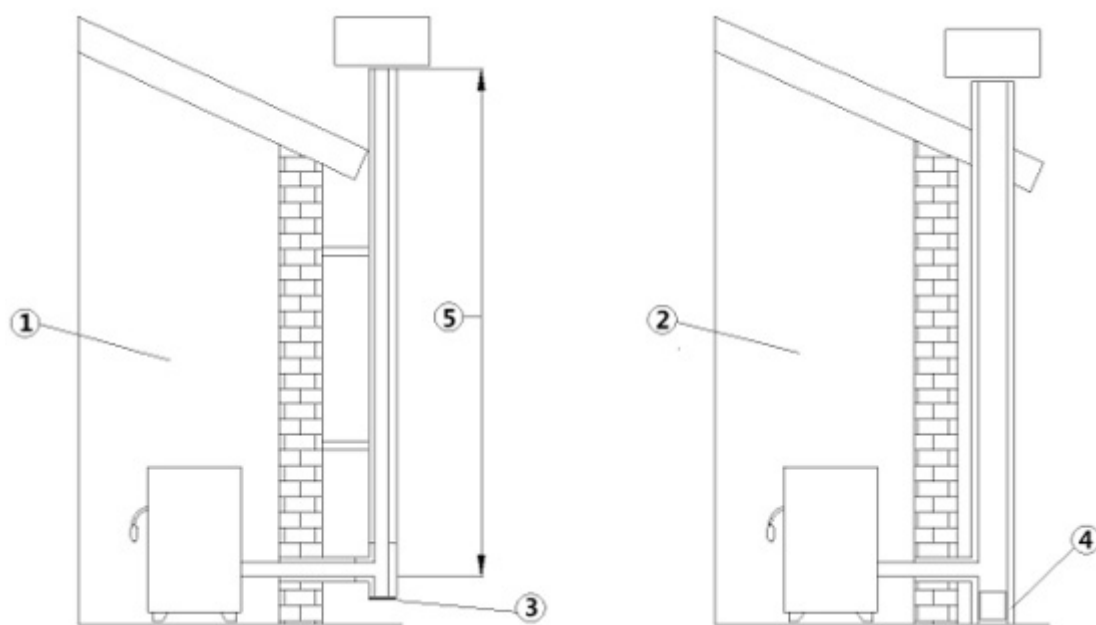

Fig. 2 - Dimniške cevi
LEGENDA	Fig. 2
- Dimniška cev mora biti enojna (glejte **Fig. 2**) z inox izoliranimi cevmi (1) ali na obstoječi dimniški cevi (2).
- Obe verziji mora imeti inšpekcijski pokrov (3) in/ali inšpekcijska vratca (4).